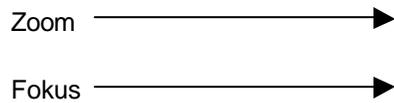

Abb. 16. Fokus- und Zoomeinstellung
- h. Stellen Sie die Wiedergabe auf dem Bildschirm mithilfe der Fokus - und Zoomeinstellung wie in Abb. 16 gezeigt ein, bis das Bild deutlich und scharf ist. Wenn sich die Wiedergabe auf dem Bildschirm nicht deutlich und scharf einstellen lässt, schlagen Sie im Abschnitt „Fehlerbehebung“ dieses Handbuchs nach.